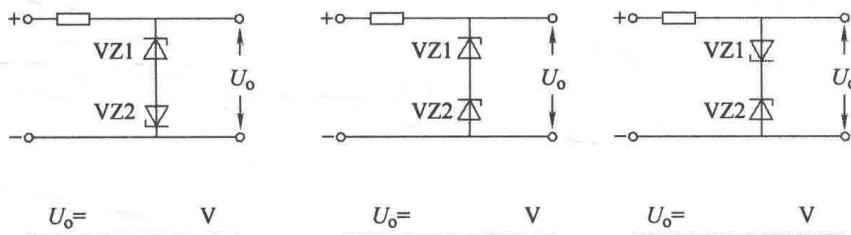

图 1-3
25. 稳压二极管电路如图 1-3 所示，VZ1、VZ2 是稳压二极管， $U_{z1} = 6V$ 、 $U_{z2} = 8V$ ，求输出电压 U_o 。